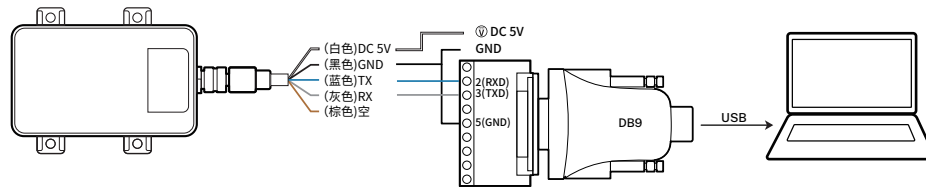

图 6. L4s/L4s-Filled 接 DB9 接线图 (棕色线不接)
1. 按照图 6 所示，外接 DC5V 给 L4 模块供电，注意 DB9 转接线要与模块共地；